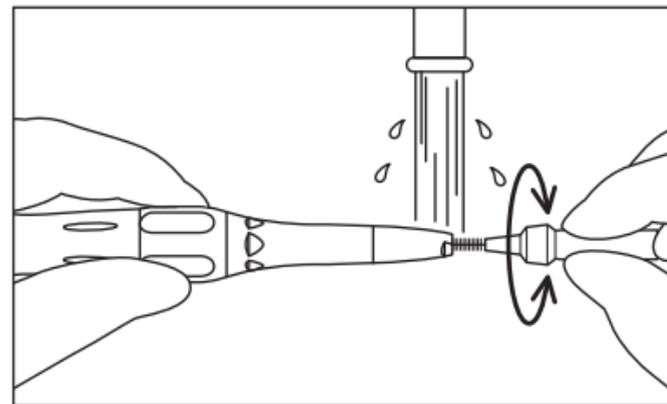

Fig. 12
- 2) Nettoyez l'intérieur de la pièce à main pendant 15 secondes ou plus à l'aide d'une brosse interdentaire (épaisseur de fil de 0,7 mm) conforme à la taille 4 selon la norme ISO 16409. (Fig. 12)